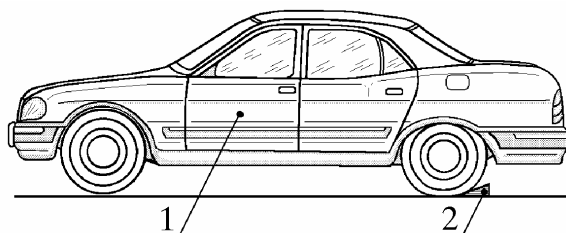

Рис. 1. Установка автомобиля:
3.1. Установить автомобиль 1 (рис.1) на смотровую яму, подъемник или эстакаду, выключить зажигание, установить рычаг коробки перемены передач в нейтральное положение, установить автомобиль на стояночный тормоз, установить под колёса противооткатные упоры 2 (упоры для колёс типа 20Ю-3901296, подъемник типа П-174 ГАРО).